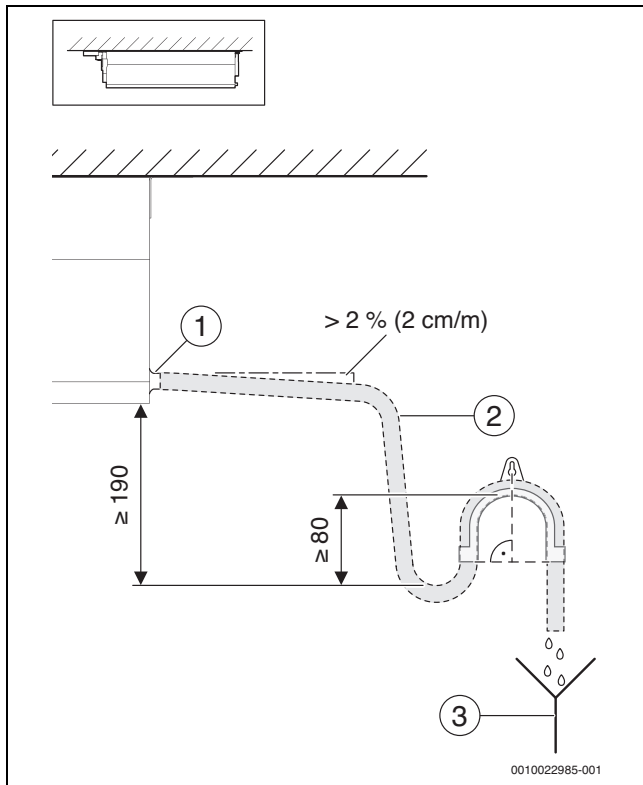

Bild 31 Kondensatableitung bei Deckeninstallation mit CKS 100
**Legende zu Bild 31 und 32:**